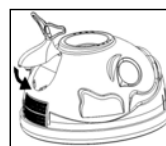

Figure 3
Installation de la queue - Insérer la patte du dessus de la queue dans son logement correspondant sur le corps du nettoyeur. Faire basculer ensuite le bas de la queue vers le bas. Aligner les deux (2) clips avec les trous correspondants. Appuyer jusqu'à ce que la queue se verrouille solidement à sa place (Voir la Figure 3).